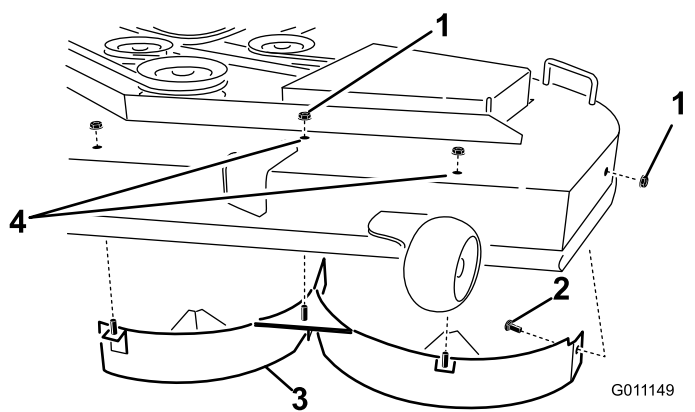

Figura 30
la carcasa del cortacésped, en las posiciones centro y centro izquierda (Figura 30).
- Retire el deflector izquierdo de la carcasa del cortacésped según se muestra en Figura 30.